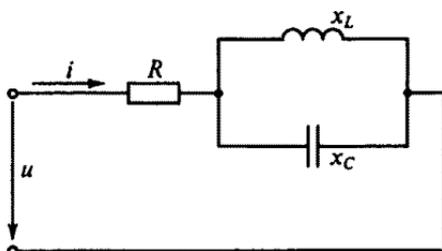

Рис. 98
3.54. Чему будет равен ток в неразветвленной части цепи на рис. 98, если напряжение $u = 100\sqrt{2} \sin \omega t$, а сопротивления $R = x_L = x_C = 10$ Ом?